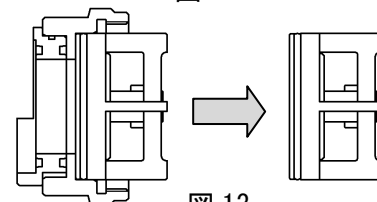

図 13
- ② 逆止弁押さえから逆止弁ユニットを引き抜き、メンテナンスを行ってください。(図 13)